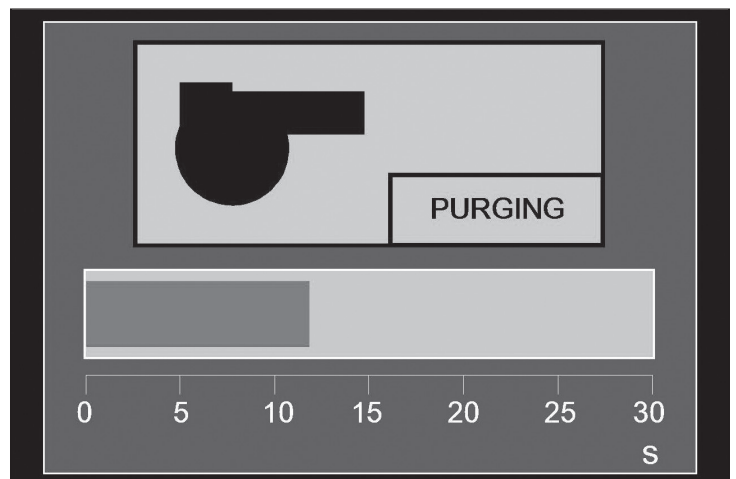

Figura 25
- Purguing (Purga): Elimina los vapores de los gases de la cámara de combustión. Consulte la Figura 25.